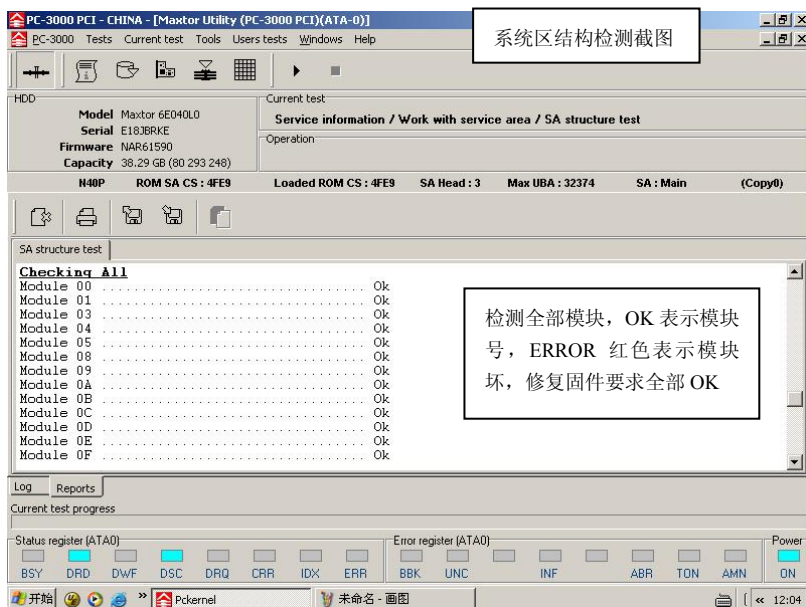

图 7-20 检测全部模块 OK
(17) 检测全部模块，OK 表示模块号，ERROR 红色表示模块坏，修复固件要求全部 OK，如图 7-20 所示。